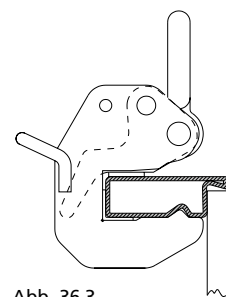

Abb. 36.3
3. Zum Verriegeln Sicherheitshebel wieder in Ausgangsstellung drücken (Abb. 36.3).